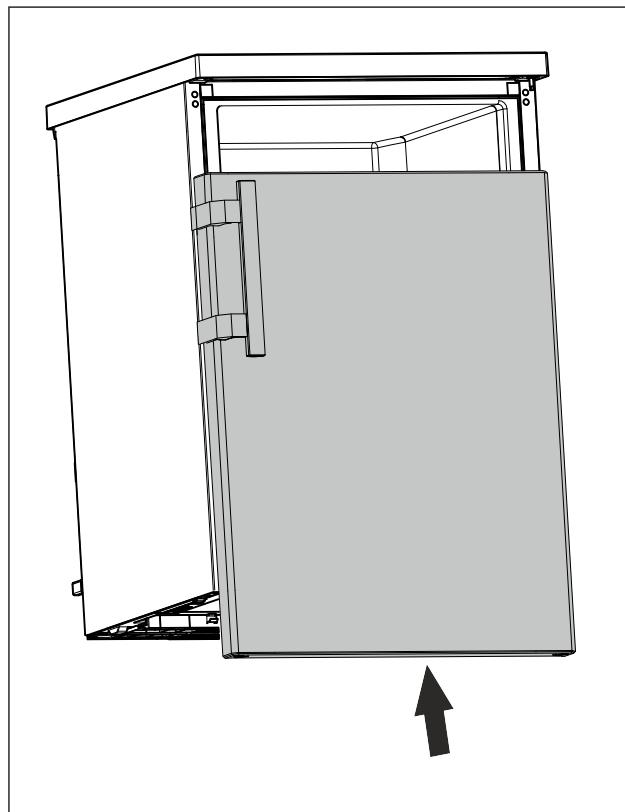

Fig. 16
- ▶ У закритому стані насуньте дверцята на верхній болт. (див. Fig. 16)